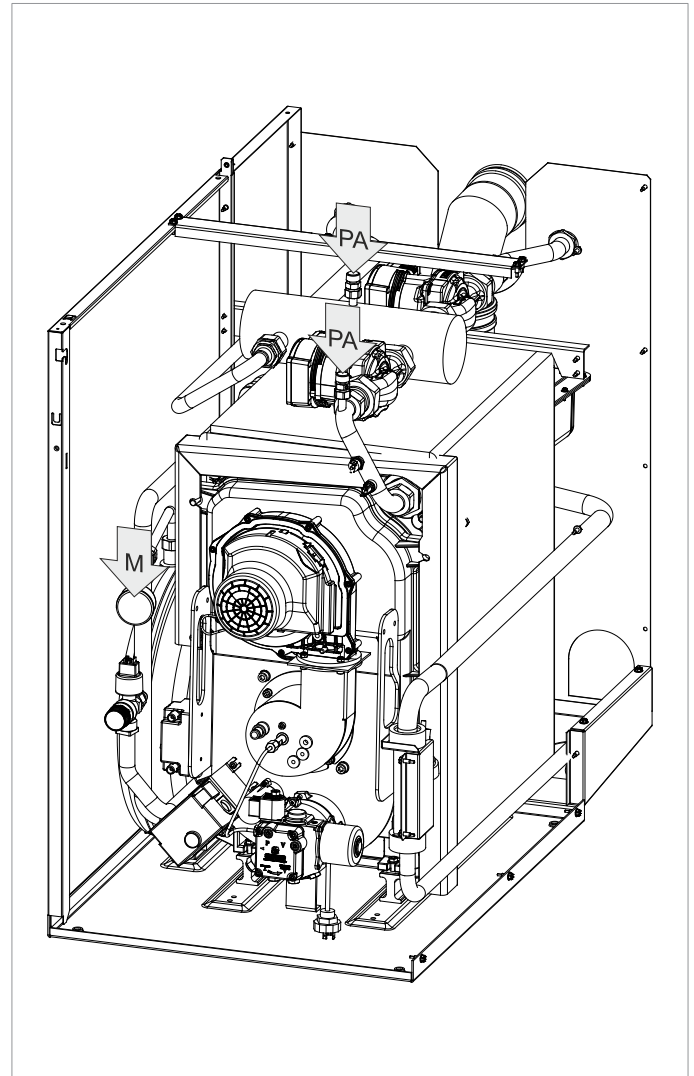

fig.2
- Cerrar sin forzar la llave de llenado una vez que se haya alcanzado un valor aproximado de presión de 1,5 bar. La presión se visualiza en el manómetro 'M' (fig.2).